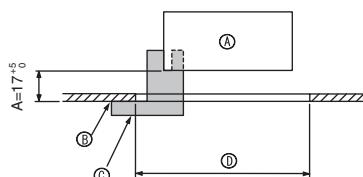

Fig. 5-2
①	Rooster	1	950 x 950 (mm)
②	Schroef met vaste ring	4	M5 x 0,8 x 25
③	Meetplaatje	1	(In vier delen verdeeld)
④	Bevestigingsklem	3
⑤	Schroef	4	4 x 8
⑥	Schroef	1	4 x 12
5.2. Voorbereidingen om het rooster vast te maken (Fig. 5-2)
- Gebruik het meetplaatje ③ dat bij deze kit wordt meegeleverd om de positie van het apparaat ten opzichte van het plafond in te stellen en te controleren. Als het apparaat ten opzichte van het plafond niet juist wordt geïnstalleerd, kan er door luchtlekage vochtcondensatie optreden.